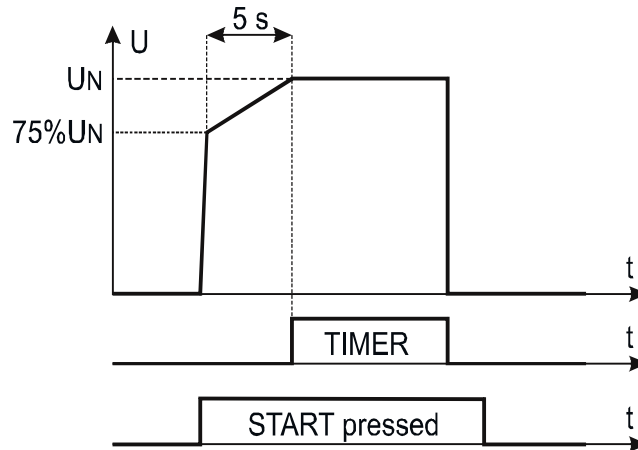

Fig. 37: Test de Rigidite dielectrique en mode Rampe 75%
- Mode **Rampe à 75% (rampe simple)** → Lorsque la touche **START/STOP** est enfoncée, la tension de test augmente jusqu'à 75% de la tension nominale, puis 5 s sont nécessaires pour atteindre la valeur nominale. Il est ensuite maintenu pendant une durée définie par un temporisateur programmable (voir Fig. 37)